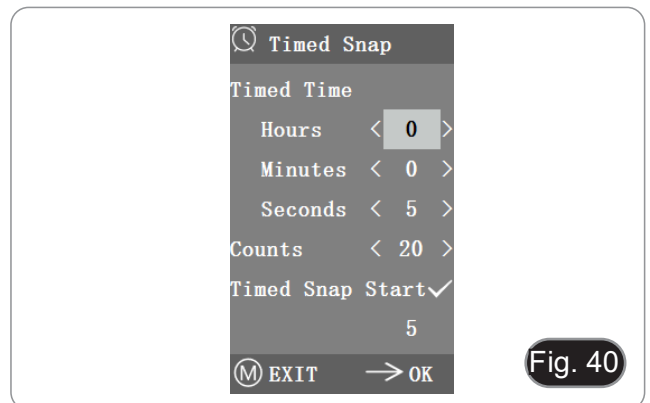

Fig. 40
2. En este punto, el número salta por debajo. Este es el número de fotos que se han tomado con éxito hasta ahora. (Fig. 40)